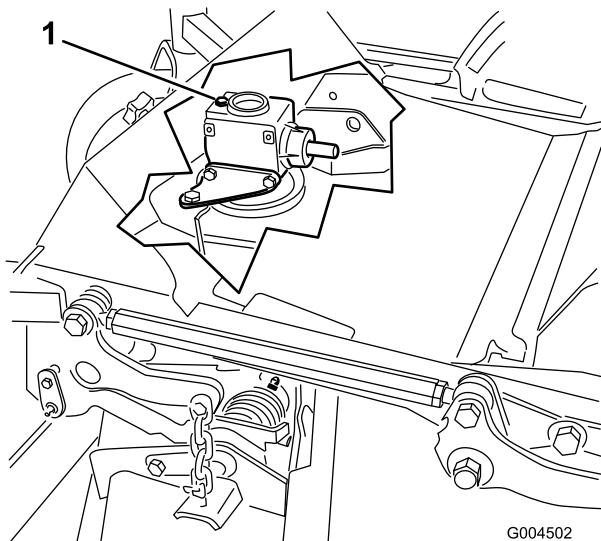

Figura 44
6. Retire a vareta/tampão de enchimento da parte superior da caixa de velocidades (Figura 44) e verifique se há lubrificante entre as marcas da vareta.
6. Retire a vareta/bujão de enchimento da parte de cima da transmissão (Figura 44).